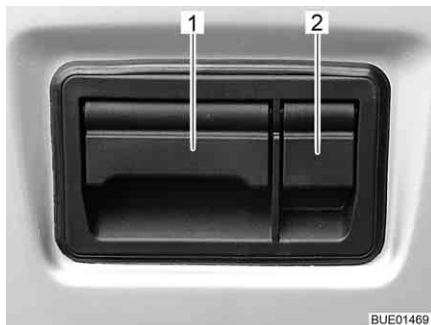

Fig. 32 Serratura dello sportello cofano posteriore, esterno
- Aprire lo sportellino di protezione (Fig. 32,2).
- Tirare verso l'alto lo sportellino (Fig. 32,1) ed aprire il cofano posteriore.